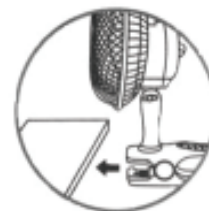

Fig. 3
4. Ventilatorul poate fi fixat pe suprafețe plate (vezi Fig. 3)